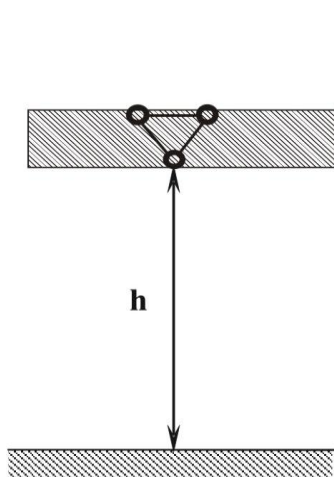
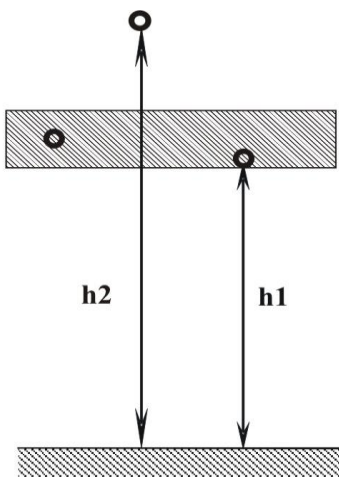
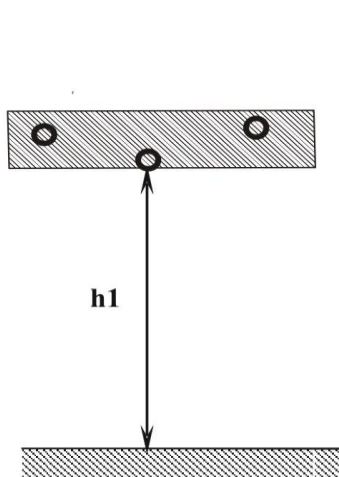

Рис.3.
Рис.4.
Рис.5.
9. При измерениях габаритов расщепленных фазных проводов показания прибора соответствуют положению нижнего фазного провода (рис.3). Габариты прочих проводов фазного токопровода не определяются из-за наличия у прибора зоны нечувствительности около 25 см. (рис. 3,4,5). Все объекты внутри нее воспринимаются прибором как один. То же относится и к показаниям прибора при «Т-образном» (рис.4) и горизонтальном (рис.5) расположении проводов воздушной линии, когда габариты нескольких проводов отличаются незначительно.